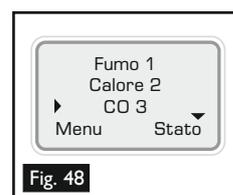

Fig. 47
- Per programmare uno stimolo per un test simultaneo, spostare il cursore sul test desiderato utilizzando i tasti 'SU' e 'GIÙ' del tastierino, quindi premere il tasto 'INVIO' per selezionare quel test (Fig. 46). Sullo schermo LCD il test appare con un numero di designazione accanto. Dopo il primo (indicato dal numero '1') selezionare il secondo stimolo allo stesso modo, quindi premere il tasto 'INVIO' una seconda volta e il numero verrà modificato in '1'. Aggiungere il terzo stimolo allo stesso modo accertando di premere nuovamente il tasto 'INVIO' fin quando accanto a quello stimolo non compare '1'. Al termine della procedura, accanto a tutti gli stimoli richiesti comparirà il numero '1'. Il LED "Tipo di test" si accende alternando vari colori a seconda dello stimolo scelto (per maggiori dettagli su questi colori ved. la sezione 5.13 del presente manuale). La fig. 47 illustra la procedura di un test simultaneo (in questo esempio il test simultaneo di 'fumo' e 'calore').
- Per poter passare da un test all'altro di una sequenza è necessario abbassare leggermente il dispositivo Testifire per almeno 2 secondi ma non oltre i 10 secondi (ripristinando il fascio a infrarossi) in modo che possa passare al test successivo (ved. Fig. 47[3]). Esempio: Per la verifica 'Fumo' seguita da 'Calore' e poi 'CO', il dispositivo Testifire viene sollevato sul rivelatore che interrompe il fascio a infrarossi. Ha inizio il test 'Fumo'. Il test dà esito positivo (o negativo dopo la disattivazione del Testifire). Abbassare la testa del dispositivo per 2 secondi in modo che il rivelatore sia staccato dalla tazza trasparente e dal soffietto, quindi sollevarlo nuovamente per dare inizio al test 'Calore'. Ripetere la stessa procedura per il test 'CO'.